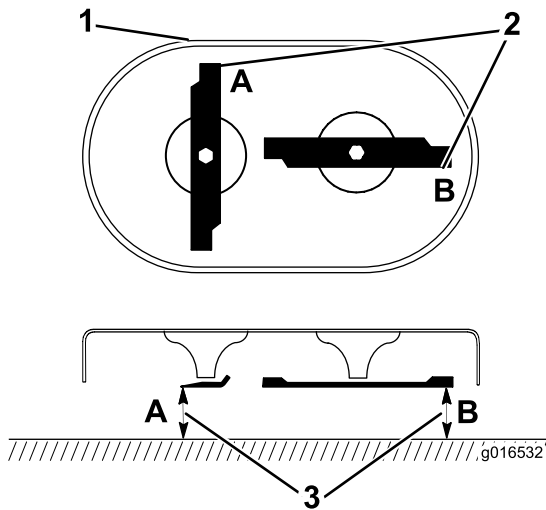

Figure 31
1. Faites tourner les lames jusqu'à ce qu'elles soient dans la position illustrée à la Figure 31.
2. Mesurez la distance entre une surface plane et le tranchant aux points **A** et **B**, (Figure 31), et notez les deux dimensions.